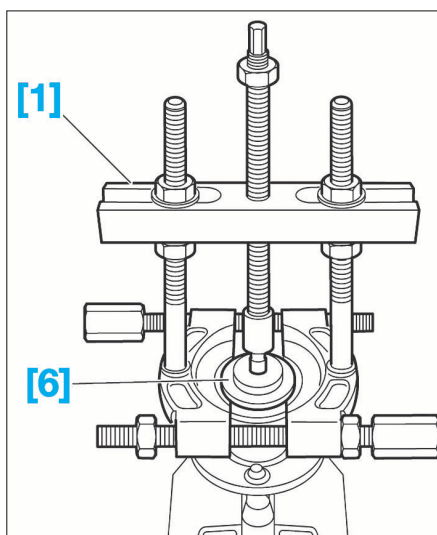

FIG. 30
- Poser les outils [6] et [1] (Fig.30).
- Extraire la cage intérieure (2) du roulement à l'aide de l'extracteur.